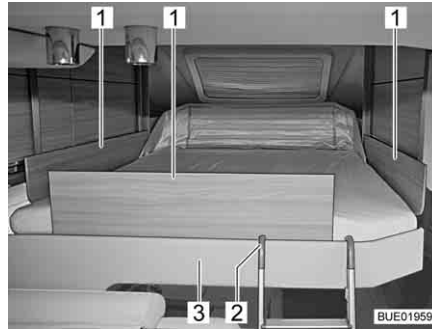

Fig. 122 Cama elevada con placas de retención
- Insertar las placas de retención (Fig. 122,1) entre el colchón y el marco de la cama (Fig. 122,3).
- Enganchar ambos estribos de la escalera de ascenso (Fig. 122,2) en el marco de la cama (Fig. 122,3).
- Desenganchar la escalera de ascenso (Fig. 122,2) del marco de la cama (Fig. 122,3).